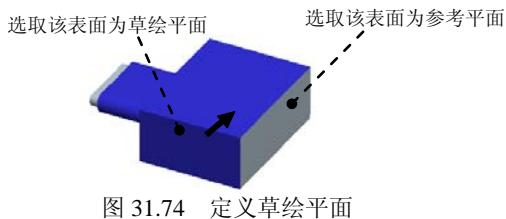
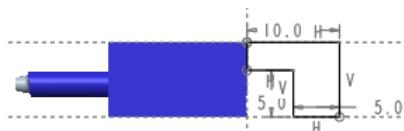
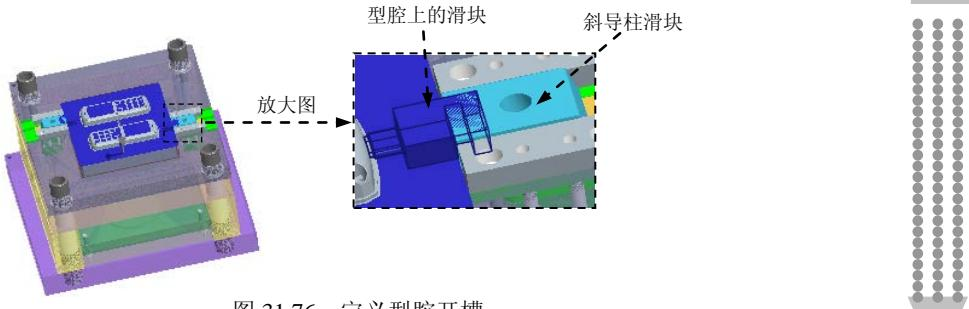

图 31.74 定义草绘平面
图 31.75 截面草图
图 31.76 定义型腔开槽
Step12. 编辑斜导柱滑块 1。在模型树中选择装配体 **PHONE_COVER_MOLD.ASM** 节点下的 **SLIDE VOL 1.PRT** 并右击，在弹出的快捷菜单中选择 **拉伸** 命令；单击 **模型** 功能选项卡 **形状** 区域中的 **拉伸** 按钮，此时系统弹出“拉伸”操控板；右击，从弹出的菜单中选择 **定义内部草绘...** 命令；在系统 **选择一个平面或曲面以定义草绘平面** 的提示下，选取图 31.74 所示的表面为草绘平面，然后选取图 31.74 所示的表面为参考平面，方向为 **右**，然后单击 **草绘** 按钮，系统进入截面草绘环境绘制图 31.75 所示的截面草图，完成截面的绘制后，单击“草绘”操控板中的“确定”按钮 **✓**；在操控板中选取深度类型 **到选定的**（到选定的），选取草绘平面的背面为拉伸终止面；在“拉伸”操控板中单击 **完成** 按钮，完成特征的创建；选择下拉菜单 **文件** \rightarrow **关闭(C)** 命令；单击 **应用程序** 功能选项卡 **工程** 区域中的“模具有布局”按钮 **模具**，此时系统弹出“模具有型腔”菜单，在下拉菜单中选择 **Cavity Pocket (型腔腔槽)** \rightarrow **Pocket CutOut (腔槽开孔)** 命令，系统弹出“选择”对话框，根据系统 **选择要对其执行切出处理的零件** 的提示，选取图 31.76 所示的斜导柱滑块，单击 **确定** 按钮；再根据系统 **为切出处理选择参考零件** 的提示，选取图 31.76 所示的型腔上的滑块，单击 **确定** 按钮，在系统弹出的“选项”菜单中，选择 **Done 完成** \rightarrow **Done/Return 完成/返回** 命令；再次单击 **应用程序** 功能选项卡 **工程** 区域中的“模具有布局”按钮 **模具**，关闭对话框。